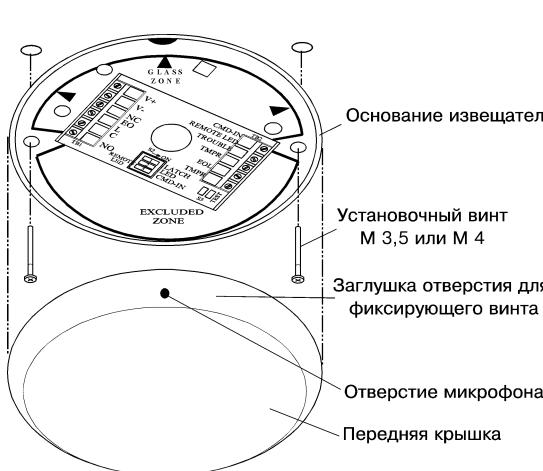

Рис.8. Установка без дополнительной установочной панели
- Произведите монтаж проводов в соответствии с рис.8. Различные варианты включения извещателя в шлейф приведены на рис. 8. Неправильная полярность подключения не повредит извещатель. Используйте провода Ø0,4-0,56 мм. По окончании монтажа прижмите излишек провода из извещателя к стене.